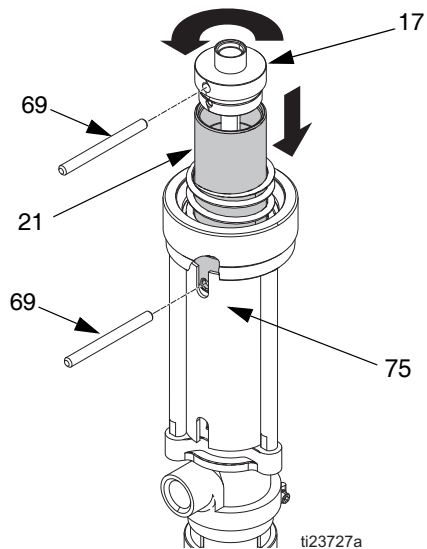

FIG. 13
4. Allineare la fessura del shield (75) con il foro del pistone e posizionare pin tool (69) nel foro del pistone onde evitare che si giri. Usare il secondo perno (69) per svitare la calotta del pistone (17) e separare dal pistone (21) per esporre la spina di centratura (19). Vedere FIG. 13.